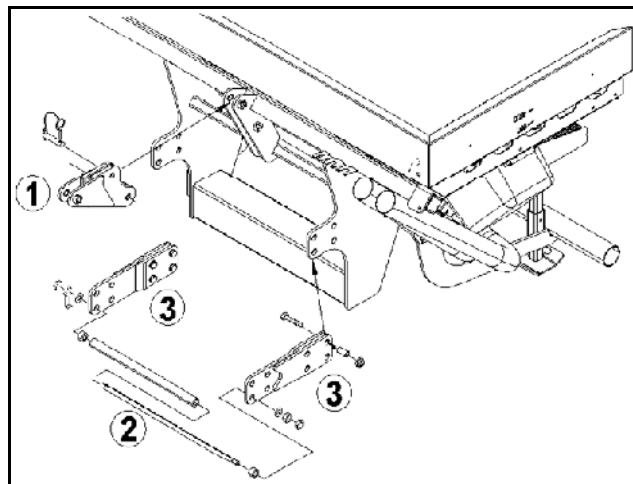

Fig. 35
1. Fixați prelungitorul barei superioare (Fig. 35/1) cu două bolțuri pe FRS și asigurați cu șplint.
2. Desfaceți dispozitivul de prindere a barelor inferioare (Fig. 35/2) din punctele standard ale barei inferioare.
3. Fixați dispozitivul de prindere a barelor inferioare pe prelungitoarele barelor inferioare (Fig. 35/3) La aceasta, respectați montajul corect al siguranței anti-răsucire.